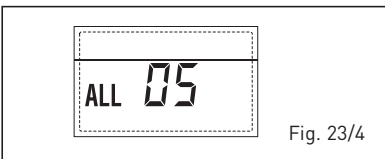

Fig. 23/4
- BLOQUEIO CHAMA "ALL 06" (fig. 23/5)